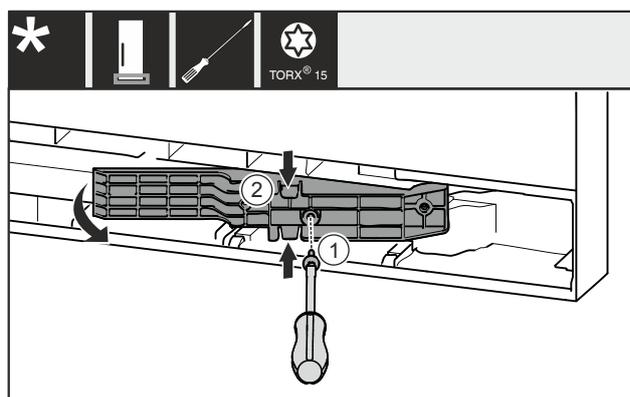

Fig. 12 *
- ▶ Извлеките винт Fig. 12 (1)*
- ▶ Слегка сожмите деталь адаптера Fig. 12 (2) сверху и снизу и извлеките ее.*